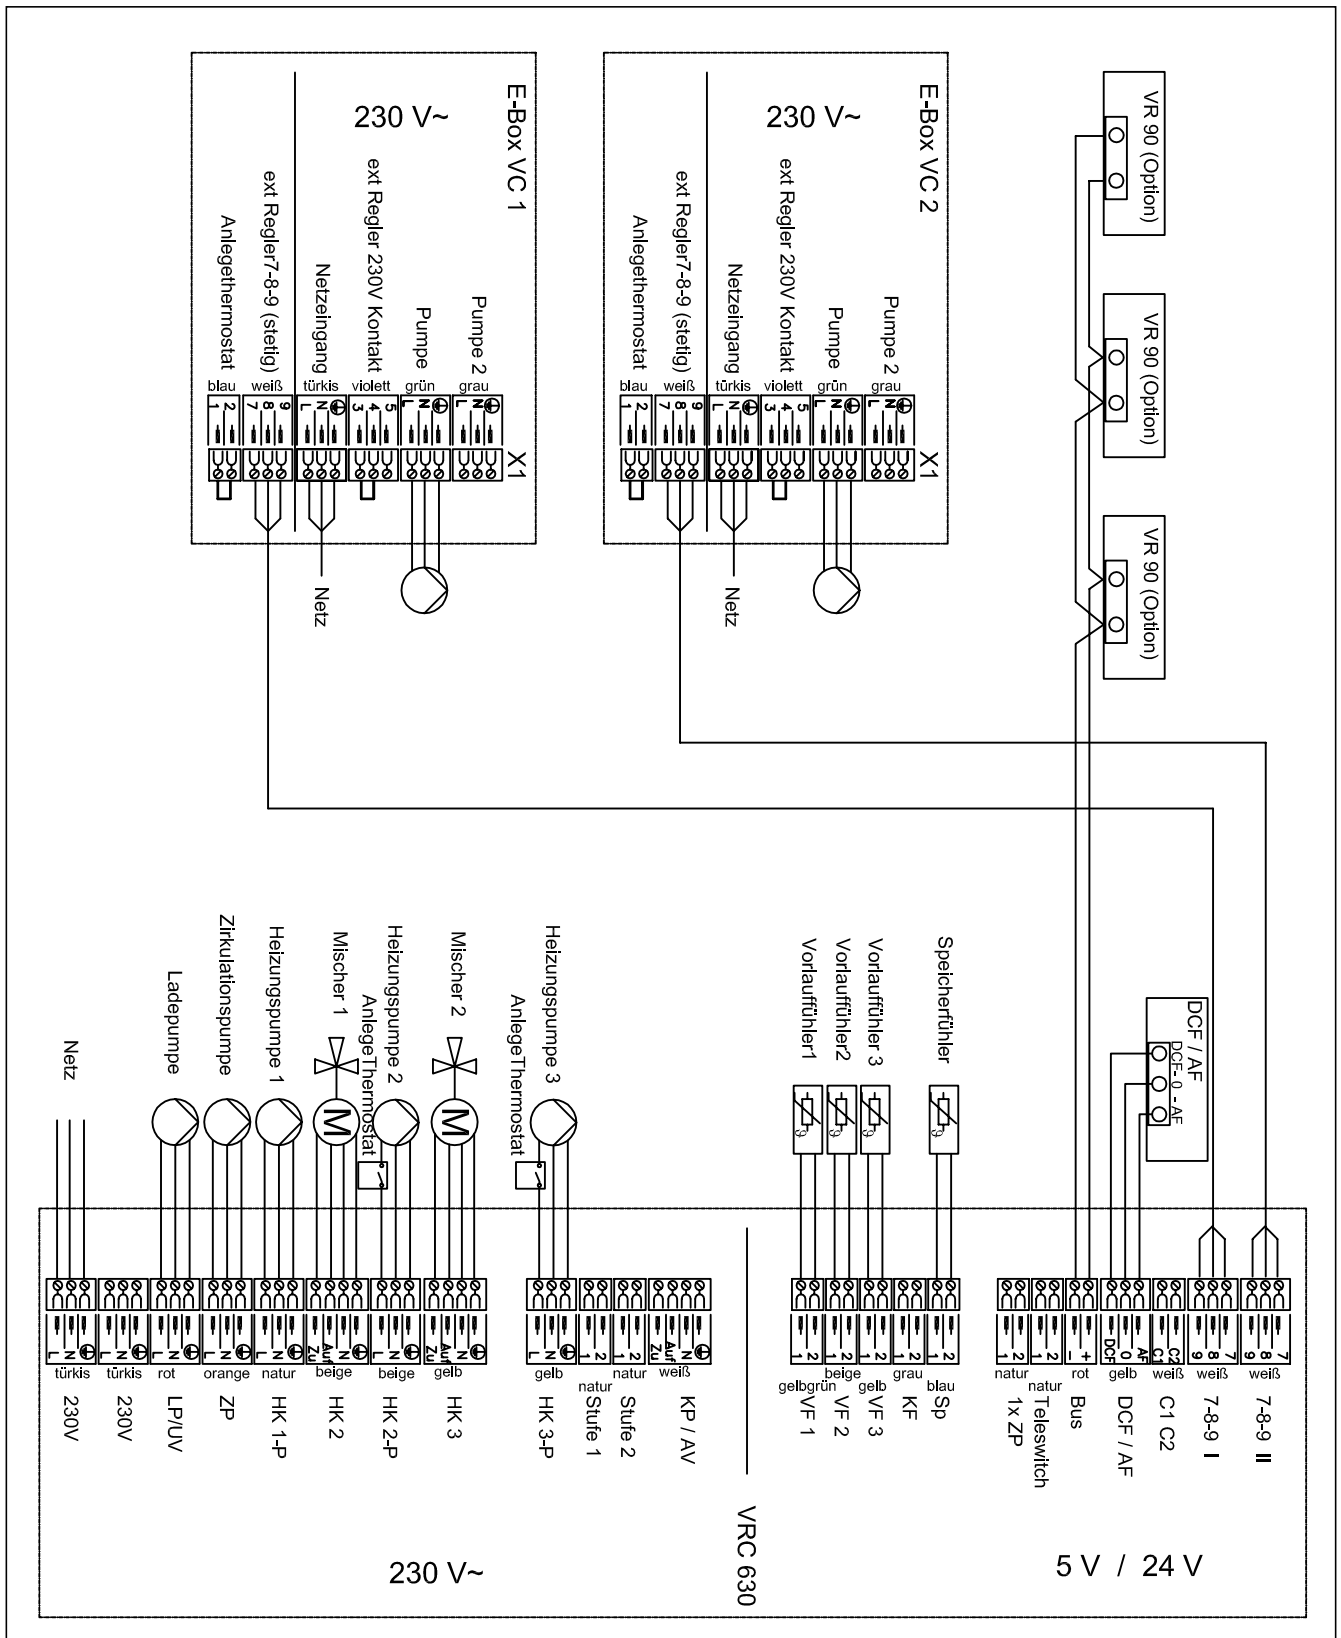

Abb. 4.7 Anschlussverdrahtung VRC 630, 2...VC, 3 HK, VIH
- Verdrhten Sie den DCF-Empfänger entsprechend der Abb. 4.7.